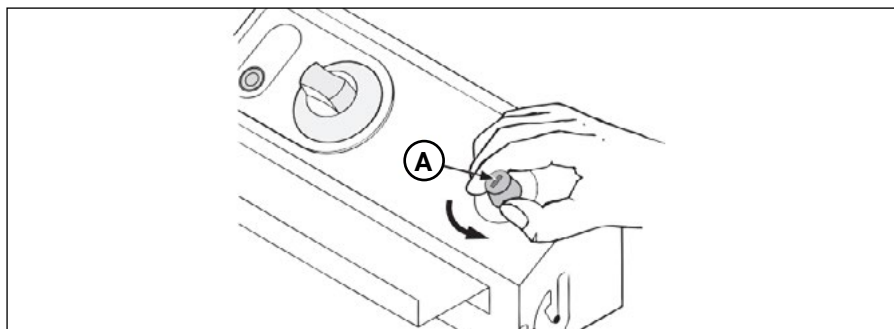
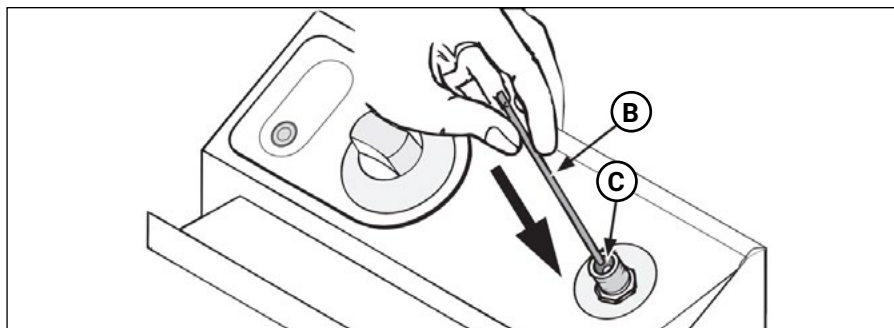

Abb. 1 – Temperaturbegrenzer (bei einigen Modellen auf der Rückseite)
Abb. 2 – Zurücksetzen des Schalters
- + **Überhitzung:** Steigt die Gartemperatur auf über 230 °C, unterbricht der Überhitzungsschutz (s. Abb. 1) die Stromzufuhr.
- + Schrauben Sie die Kappe (A) der Reset-Taste gegen den Uhrzeigersinn ab.
- + Drücken Sie die Reset-Taste (C) mit einem Stift oder einem ähnlichen schmalen Werkzeug (B) nach unten (s. Abb. 2). Die Taste muss in der gedrückten oder eingerasteten Position bleiben.